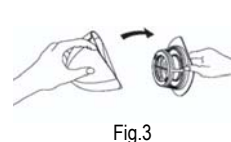

Fig.3
2. Saque el filtro HAPA para polvo (Fig. 3).